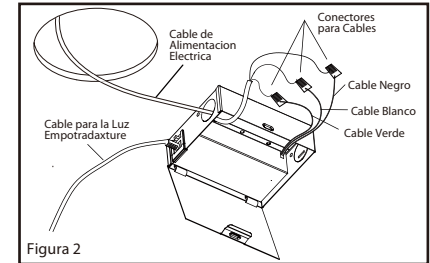

Figura 2
2. Abra la tapa de la caja de cableado y retire el agujero ciego apropiado, inserte un conector NM (para alivio de tensión) en el agujero ciego (no incluido). Inserte el cable de suministro eléctrico a través del conector no metálico/agujero ciego. Usa los conectores para cables para conectar el cable blanco de alimentación eléctrica con el cable blanco de la caja de conexiones. Haga que coincida con el cable negro de la alimentación eléctrica se conecta con los conectores para cables con el cable negro de la caja de conexiones. Y haga que coincide el cable de cobre de la alimentación eléctrica con el cable verde de la caja de conexiones. (Figura 2)